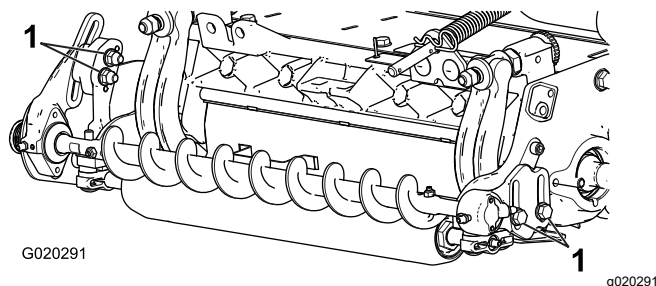

Figura 10
1. Afloje los 2 pernos que sujetan el alojamiento del cojinete de cada cepillo de rodillo al soporte de montaje del cepillo de rodillo (Figura 10).